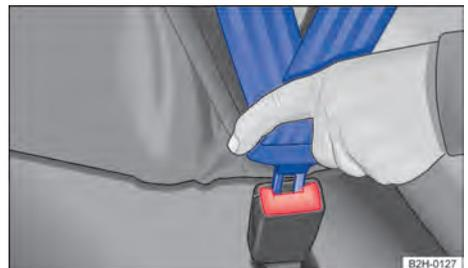

Fig. 22 Introduzir a lingueta do cinto de segurança no fecho do cinto de segurança.
3. Introduzir a lingueta do cinto de segurança firmemente no fecho do cinto de segurança pertencente ao assento → Fig. 22.